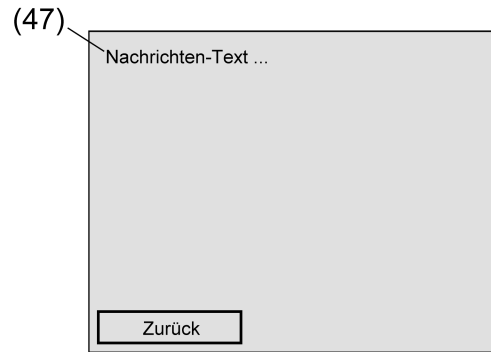
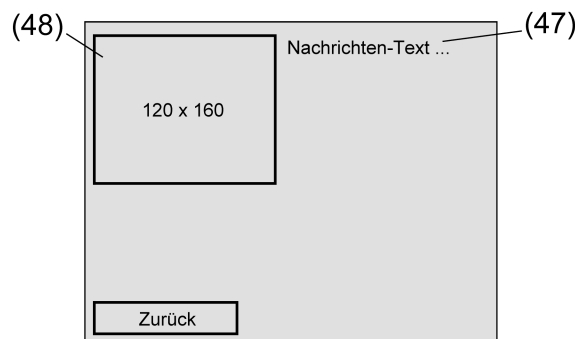

Bild 44: Anzeige eines Feed-Beitrags mit 'nur Text'
Bild 45: Anzeige eines Feed-Beitrags mit 'Text und Bild'
Eine Betätigung der "Weiterlesen"-Schaltfläche (46) ruft den Lesemodus eines Nachrichten-Beitrags auf. Im Lesemodus zeigt das Tableau die Inhalte eines Nachrichten-Beitrags an. Ein Beitrag besteht in der Regel hauptsächlich aus einem kurzen Text, der die Nachrichten-Schlagzeile umschreibt. Zusätzlich können Beiträge auch Bilder enthalten. Aufgrund dessen wird eine Darstellung der Inhalte im Lesemodus unterschieden zwischen "Nur Text" (siehe Bild 44) oder "Text und Bild" (siehe Bild 45).